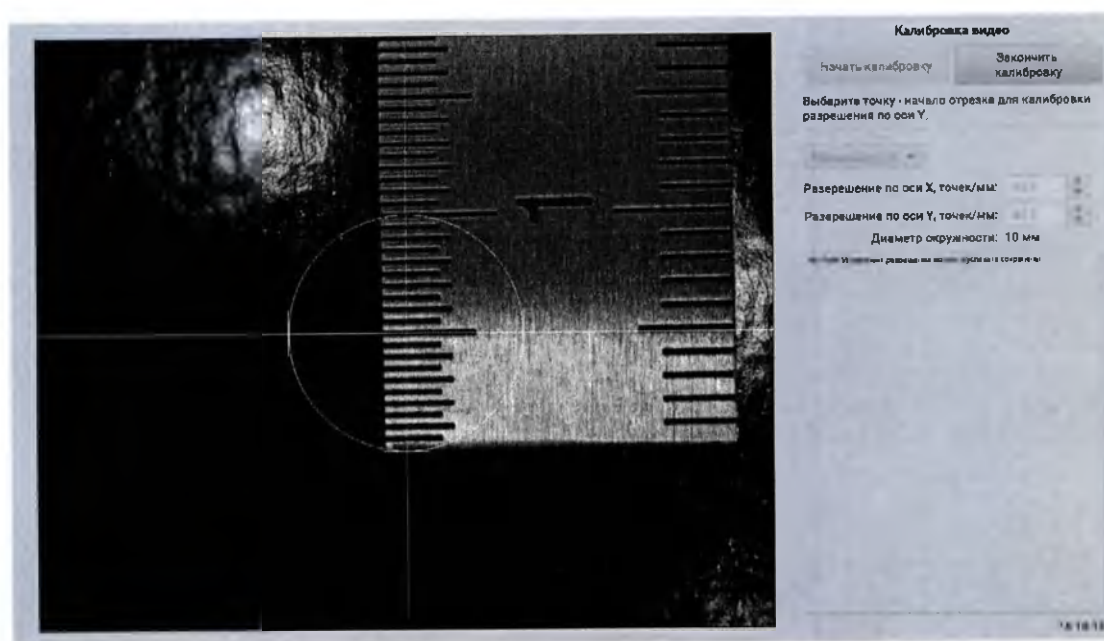

Рис. 8.10: Окно калибровки видео (конец)
- Повторите предыдущий шаг, разместив линейку вдоль оси Y (рис. 8.10).